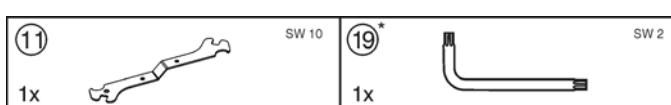

Fig. 3
- ▶ 刪除最高溫度的顯示：按警報按鍵 Fig. 3 (9)。
- ▶ 按住按鍵On/Off Fig. 3 (7) 約 2 秒。